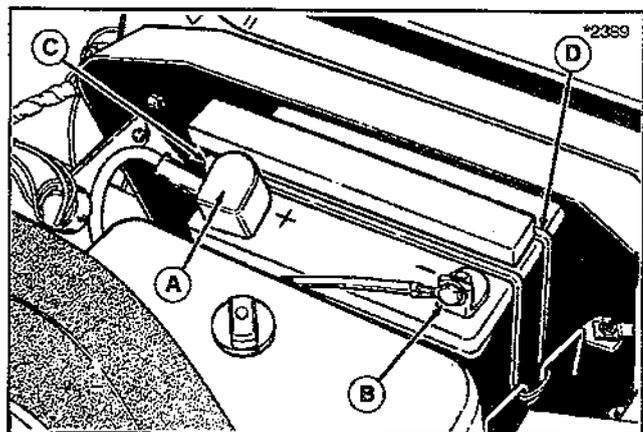

Figure 17. Batterie
1. Ouvrir le compartiment moteur pour localiser la batterie (fig.17). Debrancher les cables de la batterie, en commençant par le cable negatif. Le signe + se trouve sur la batterie près de la borne positive.
2. Enlever les tringles de support de la batterie (D, fig. 17) et la plaque de maintien. Séparer le capuchon de la batterie du tube d'aération (C). Le tube doit rester attaché au châssis. Enlever la batterie.